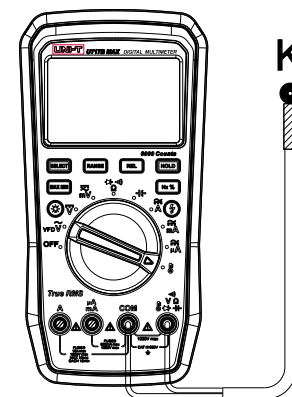

Figura 8
8. Misura della temperatura (UT17B MAX e UT18B MAX) (Figura 8)